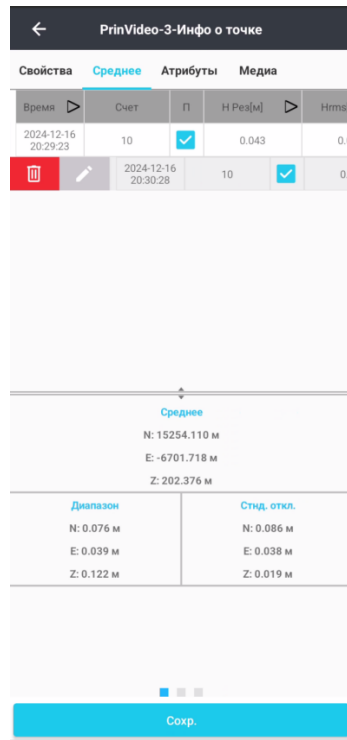

Рисунок 4.2.17
- Смахиванием вправо одной из групп возможно просмотреть точки в группе и отредактировать их (Рисунок 4.2.17).